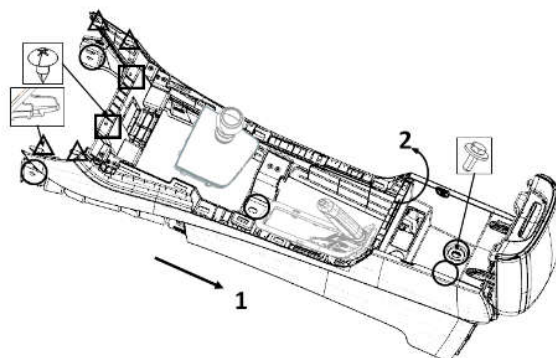

图2-22 副仪表板结构示意图
(3) 用10#套筒或丁字杆松开图2-22的5个Q150B0616T1F3A+Q40206 及 Q150B0625T1F3A+Q40206六角头螺栓和大垫圈。